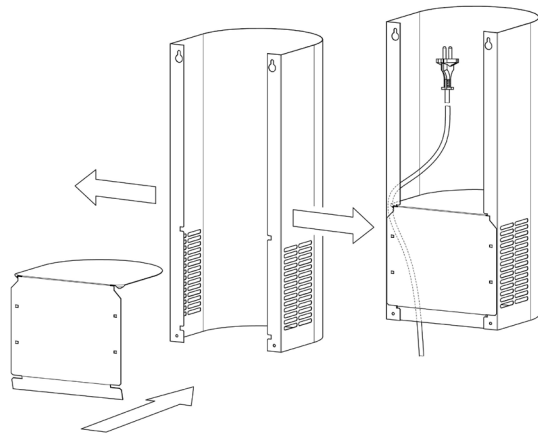

Рис. 3
**ВНИМАНИЕ!** МИНИМАЛЬНОЕ РАССТОЯНИЕ МЕЖДУ ПЛОСКОСТЬЮ УСТАНОВКИ ПОСУДЫ НА ПЛИТУ (НАГРЕВАТЕЛЬНОЙ ПОВЕРХНОСТЬЮ) И ВОЗДУХООЧИСТИТЕЛЕМ ДОЛЖНО БЫТЬ 75 см. ВОЗДУХООЧИСТИТЕЛЬ КРЕПИТЬ НА РОВНУЮ ПОВЕРХНОСТЬ (рис. 3).
- 6.7 **ДЛЯ РАБОТЫ В РЕЦИРКУЛЯЦИОННОМ РЕЖИМЕ** установите заслонку в трубу нижнюю так, чтобы сетевой шнур проходил через подогнутый уголок заслонки. При установке разведите в стороны боковые плоскости нижней декоративной трубы и поочередно вставьте проушины заслонки в пазы на задних полках (рис. 3). Для уста-